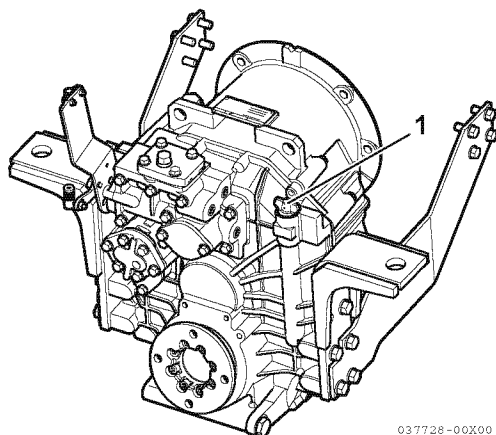

Abbildung 3
9. Den Ölmesstab entfernen (1, **Abbildung 3**). Die folgenden Ölmengen einfüllen und dabei die erforderliche Menge für Ölkühler und Rohrleitungen hinzufügen.